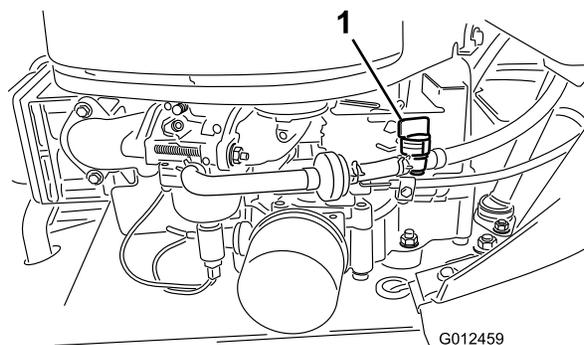

Figura 29
7. Apriete los extremos de las abrazaderas y deslícelas por el tubo alejándolas del filtro de combustible usado (**Figura 29**).
6. Cierre la válvula de cierre del combustible (**Figura 29**).